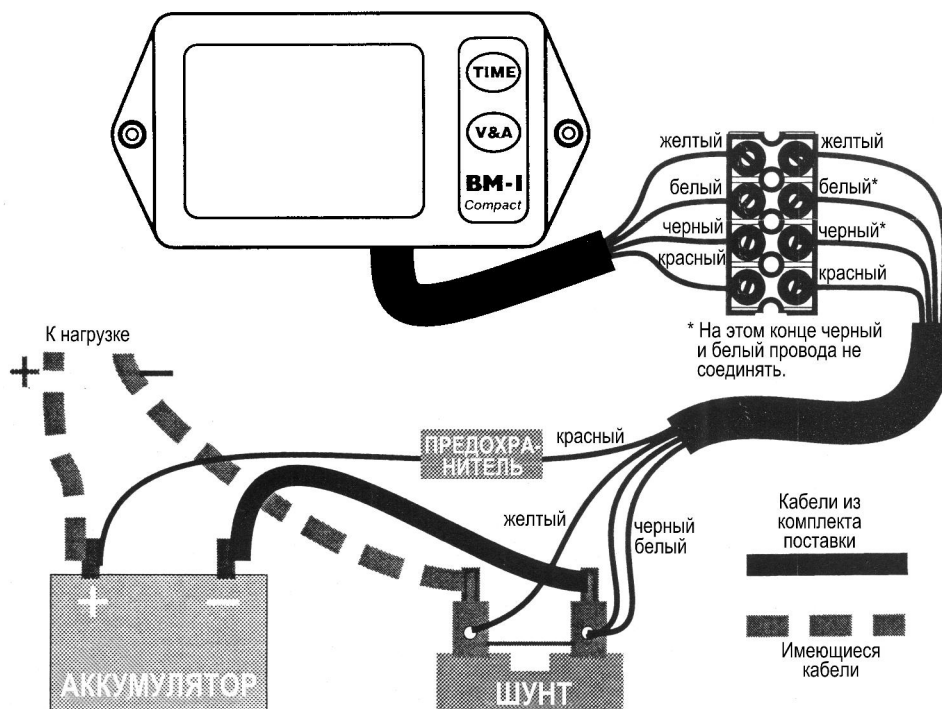

Рис. 1. Схема подключения кабелей
3. Закрепите дисплей на приборной панели шурупами и подсоедините кабель к контактной колодке (входит в комплект). Подсоедините шунт к дисплею через контактную колодку, как показано на рис. 1. Провода подсоединяйте в точности, как показано на схеме. Обратите внимание, что черный и белый провода со стороны шунта соединены вместе, а со стороны дисплея — разделены.
6. Отсоедините кабель от отрицательной клеммы аккумулятора и подключите его к шунту, как показано на рис.1.
7. Подсоедините черный, белый и желтый провода к шунту, как показано на рис. 1.
8. Соедините шунт с отрицательной клеммой аккумулятора (см. рис. 1). Короткий соединительный кабель должен располагаться в сухом и чистом месте, где исключен его электрический контакт с другими частями системы. Учтите также, что при большом токе шунт может нагреваться, поэтому его не следует располагать вблизи других деталей. Не затягивайте клеммы шунта слишком сильно.